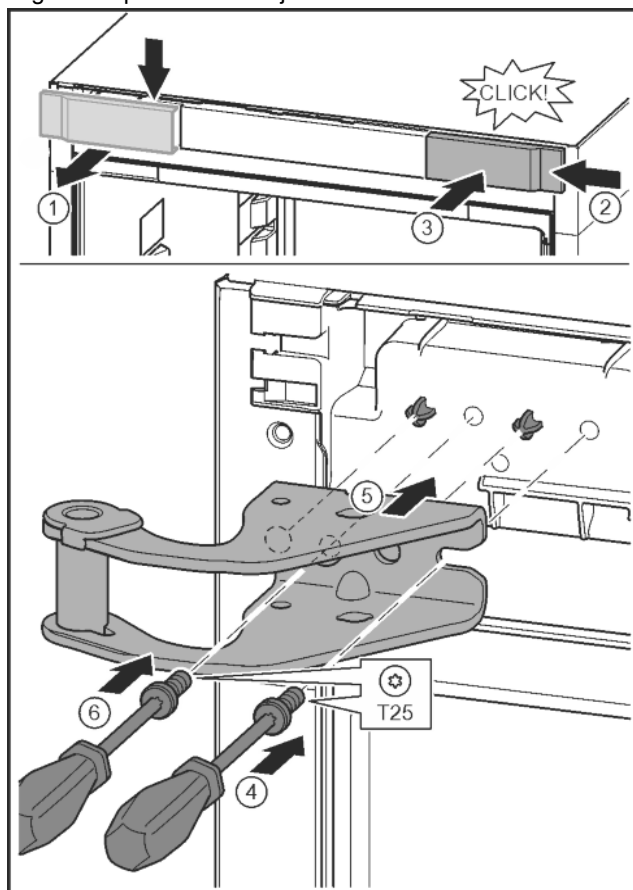

Fig. 9
- ▶ Afdekking losmaken en zijdelings verwijderen. Fig. 9 (1)
- ▶ Afdekking 180° gedraaid op de andere kant van rechts aanbrengen. Fig. 9 (2)
- ▶ Afdekking vastklikken. Fig. 9 (3)
- ▶ Schroef met schroevendraaier T25 aandraaien. Fig. 9 (4)
- ▶ Bovenste lagerbus plaatsen. Fig. 9 (5)
- ▶ Schroef vastdraaien. Fig. 9 (4)
- ▶ Schroef met schroevendraaier T25 aanbrengen en vastdraaien. Fig. 9 (6)